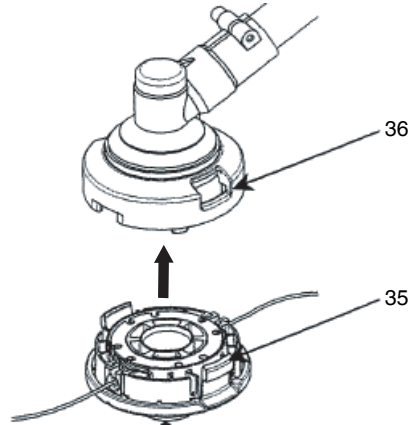

Fig. 41
(6) Coloque la cubierta sobre la caja de forma que las pestañas de bloqueo de la tapa (35) en la caja coincidan con los orificios grandes (36) de la tapa. A continuación, empuje la caja hasta que se oiga un clic. (Fig. 41)